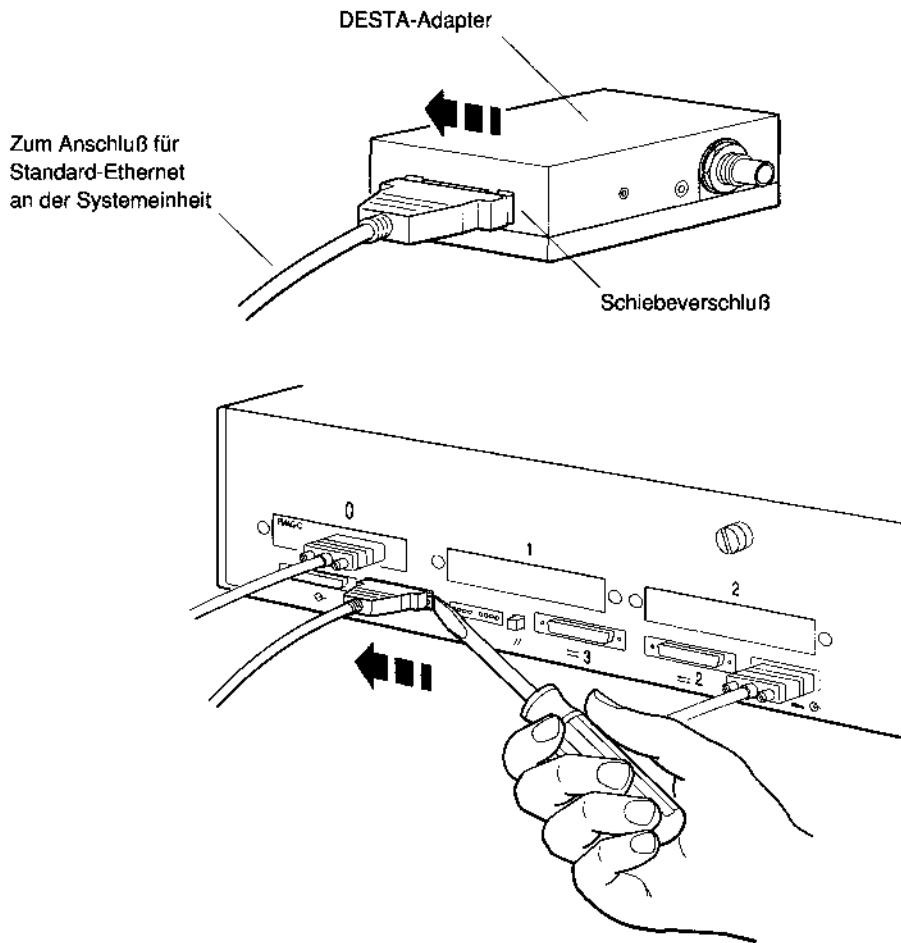

Abbildung 6-4. Schiebeverschluss für Standard-Ethernet verriegeln
7. Verriegeln Sie den Schiebeverschluss an der Systemeinheit (siehe Abbildung 6-4).
5. Verriegeln Sie den Schiebeverschluss (siehe Abbildung 6-4).
5. Verriegeln Sie den Schiebeverschluss am Kabelstecker (siehe Abbildung 6-4).